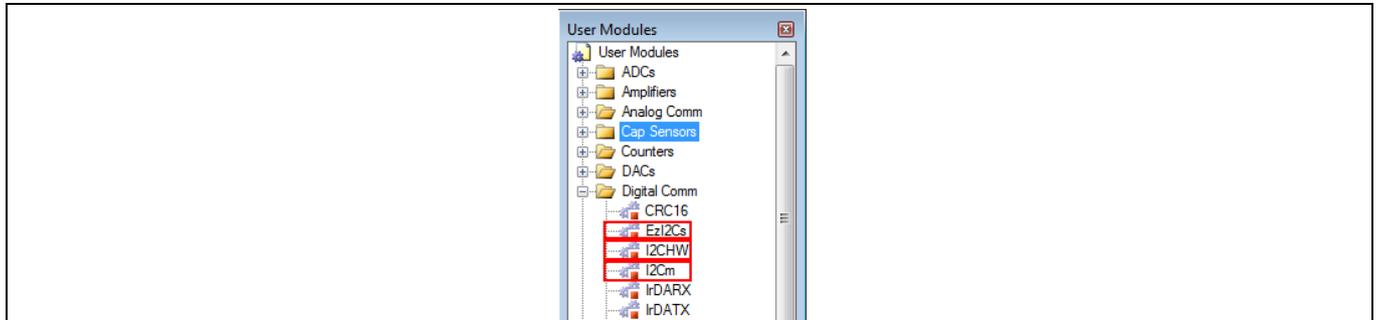

Figure 12 PSoC™ Designer 内の I²C のユーザー モジュール
インフィニオンは、PSoC™ Designer 内のユーザー モジュール カタログに、コンフィギュレーション済みでプリコードされた I²C ユーザー モジュール (UM) を提供します。Figure 12 を参照してください。